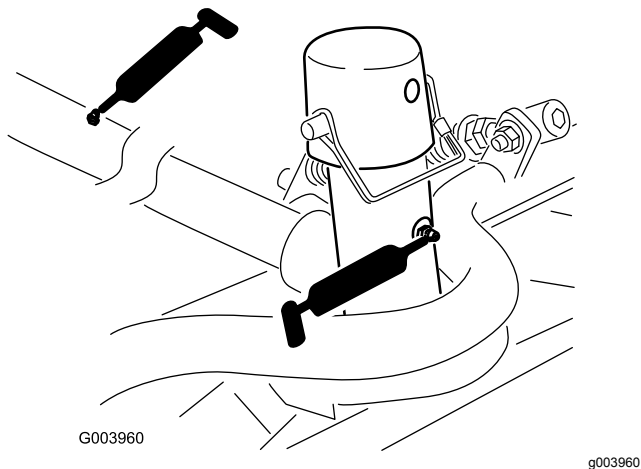

Figure 63
- Bâti porteur de tablier de coupe et pivot (2 chacun) (Figure 63)